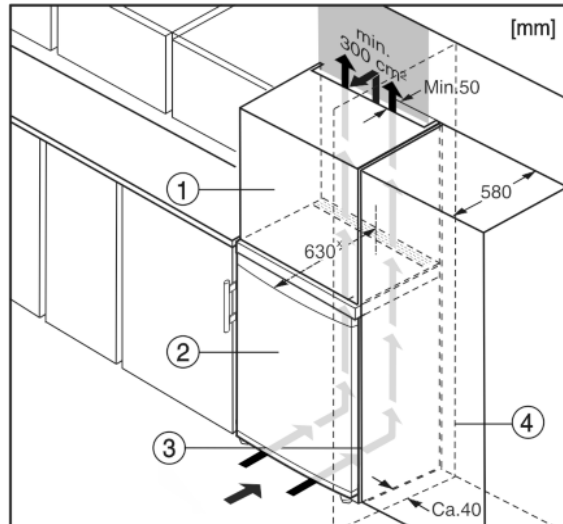

Fig. 10
- (1) Rátétszekrény*
- (2) Berendezés*
- (3) Konyhaszekrény*
- (4) Fal*
A készüléket körbe lehet építeni konyhaszekrényekkel. Rá lehet szerelni Fig. 10 (2) egy rátétszekrényt, hogy a készüléket a konyhabútorok magasságához Fig. 10 (1) igazítsa.
Ha (max. 580 mm mélységű) konyhaszekrényekkel építi körül, akkor a berendezést közvetlenül a konyhaszekrény Fig. 10 (3) mellett is felállíthatja. A készülék oldalirányban 34 mm^x, a közepétől pedig 50 mm^x távolságban nyúlik túl a konyhaszekrény előlapjához képest.*
Mikor a berendezést a csuklópántokkal egy fal Fig. 10 (4) mellett állítja fel, akkor a berendezés és a fal közti távolság legalább 40 mm legyen. Ez nyitott ajtó esetén megfelel a fogantyú túlnyúlásának.*